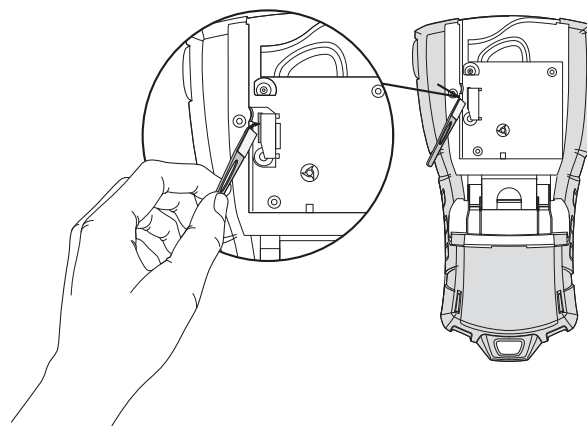

Figure 7
3. Passez délicatement le côté matelassé de cet outil sur la tête d'impression. Voir Figure 7.